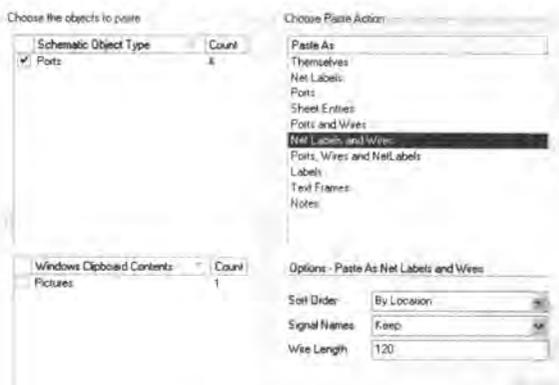

图 3-61 智能粘贴的设置
- [4] 在【Choose the objects to paste】区域中选中【Port】，在【Paste As】列表框中选中【Net Labels and Wires】；在【Sort Order】栏中选中【By Location】；在【Signal Names】栏中选中【Keep】；在【Wire Length】栏中输入“120”，如图 3-61 所示。